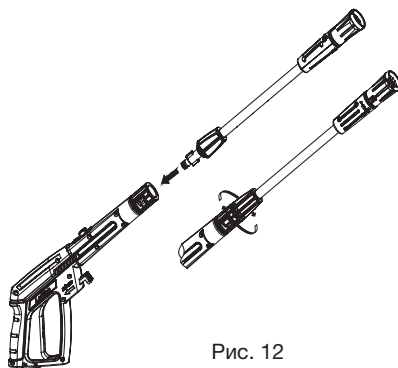

Рис. 12
2. Установите удлинитель или регулируемую насадку на пистолет. Нажмите и поверните по часовой стрелке до жесткой фиксации (Рис. 12).